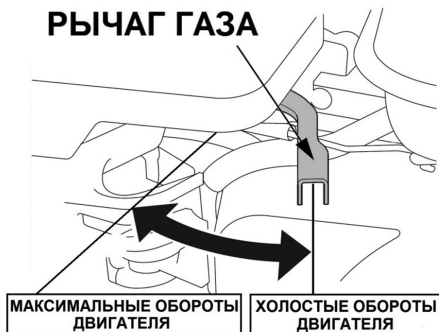

Рис. 15. Положения рычага газа
5. Переведите рычаг газа на 1/3 хода в сторону положения максимальных оборотов двигателя (Рис. 15).